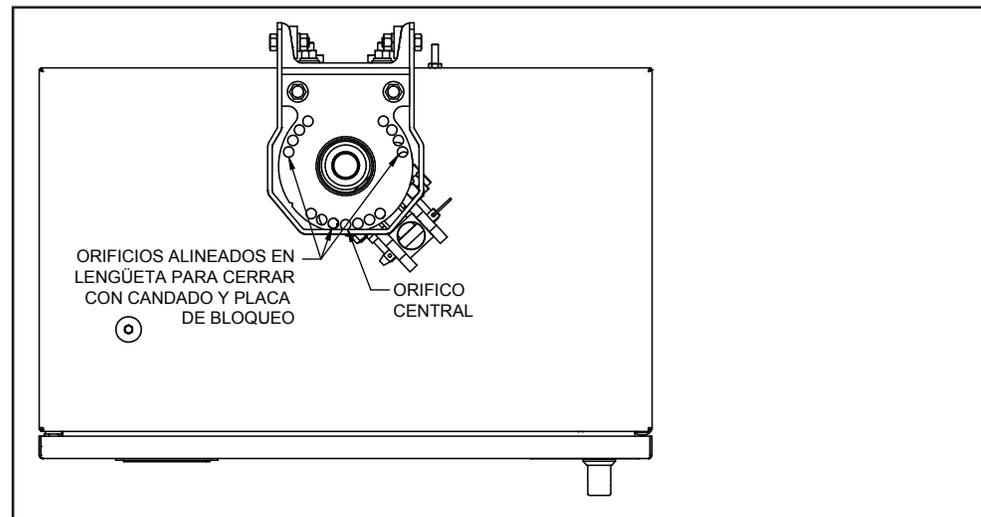

Figura 14. Alinee los orificios para cerrar con candado (vista de arriba, operador giratorio).
- PASO 5.** Utilice la palanca manual para mover el tubo de desacoplamiento hasta que uno de los orificios para candado de la placa de bloqueo quede alineado con el orificio para candado en el tubo de desacoplamiento. La posición ideal para la palanca es aproximadamente de 45 grados desde el centro del frente del gabinete. Vea la Figura 14 en la página 24.